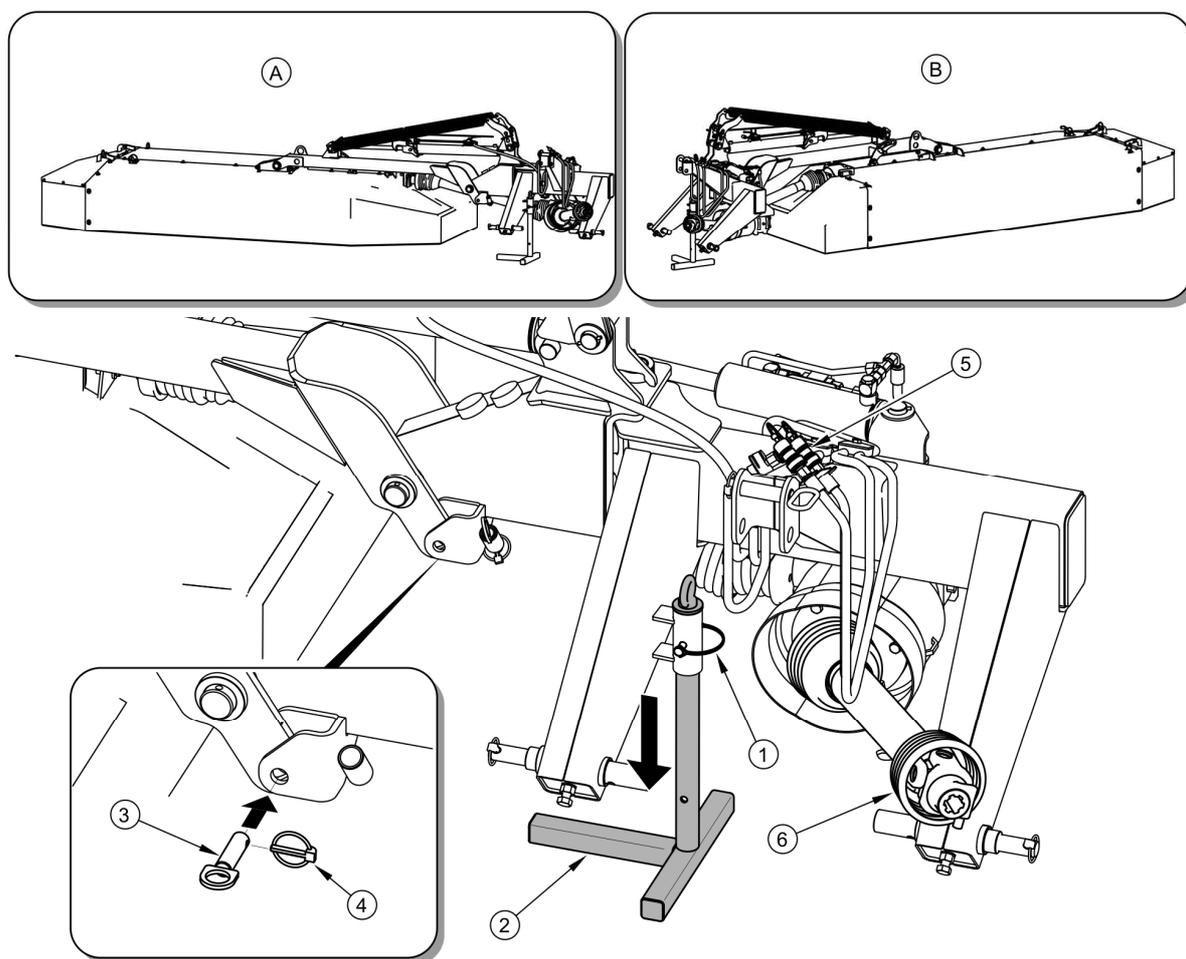

FIGURA 4.15 Desacoplamiento de la segadora del tractor
Antes de desconectar la segadora del sistema de suspensión del tractor, bloquee el brazo de soporte en la posición de reposo utilizando el pasador (3) y el pasador (4) (Figura 4.15). Está prohibido desconectar la segadora del tractor sin bloquear el brazo de soporte.